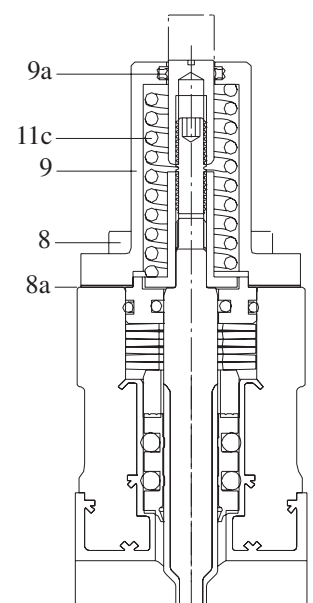
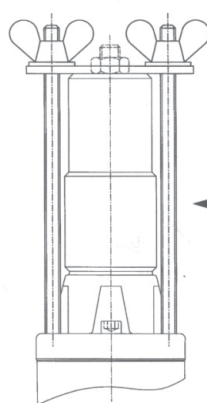

Рисунок 14
Рисунок 13.1
4. Снимите два винта под внутренний шестигранник (8) и замените их двумя резьбовыми стержнями из устройства натяжения пружины из комплекта инструментов SV-W3.
5. Поместите пластины с двумя отверстиями на резьбовые стержни вслед за шайбами и зафиксируйте барашковой шайбой, как показано на Рис. 13.1/14.1.
8. Снимите кожух (9) и прокладку (8а) с корпуса клапана.
9. Только для моделей с штифтовым адаптером: снимите и замените уплотнение Х-образного профиля (9а) (См. Рис. 14).